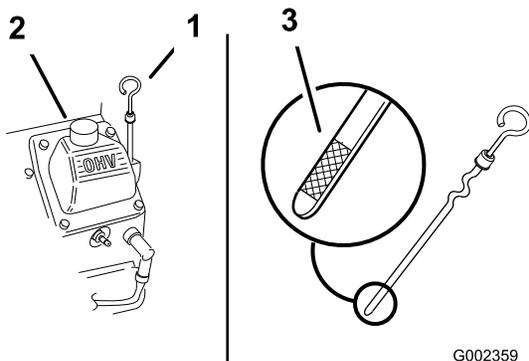

Figure 24
3. Nettoyez la surface autour de la jauge d'huile (Figure 24) pour éviter que des impuretés ne s'introduisent dans le goulot de remplissage, ce qui risquerait d'endommager le moteur.
4. Retirez la jauge d'huile et essuyez soigneusement son extrémité (Figure 24).
5. Remettez la jauge au fond du tube de remplissage, mais sans la visser (Figure 24).
- Versez avec précaution environ 80 % de la quantité d'huile spécifiée dans le goulot de remplissage (Figure 24).